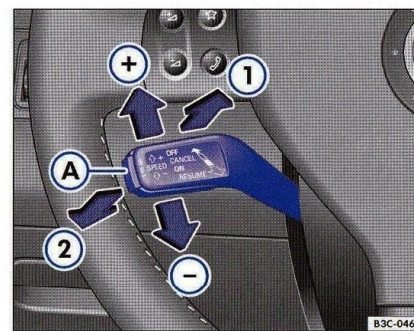

Fig. 16 Elementul de comandă al sistemului de control automat al vitezei de croazieră.
– Trageți maneta în direcția ⇒ fig. 16 ①, până se fixează, pentru a activa instalația.